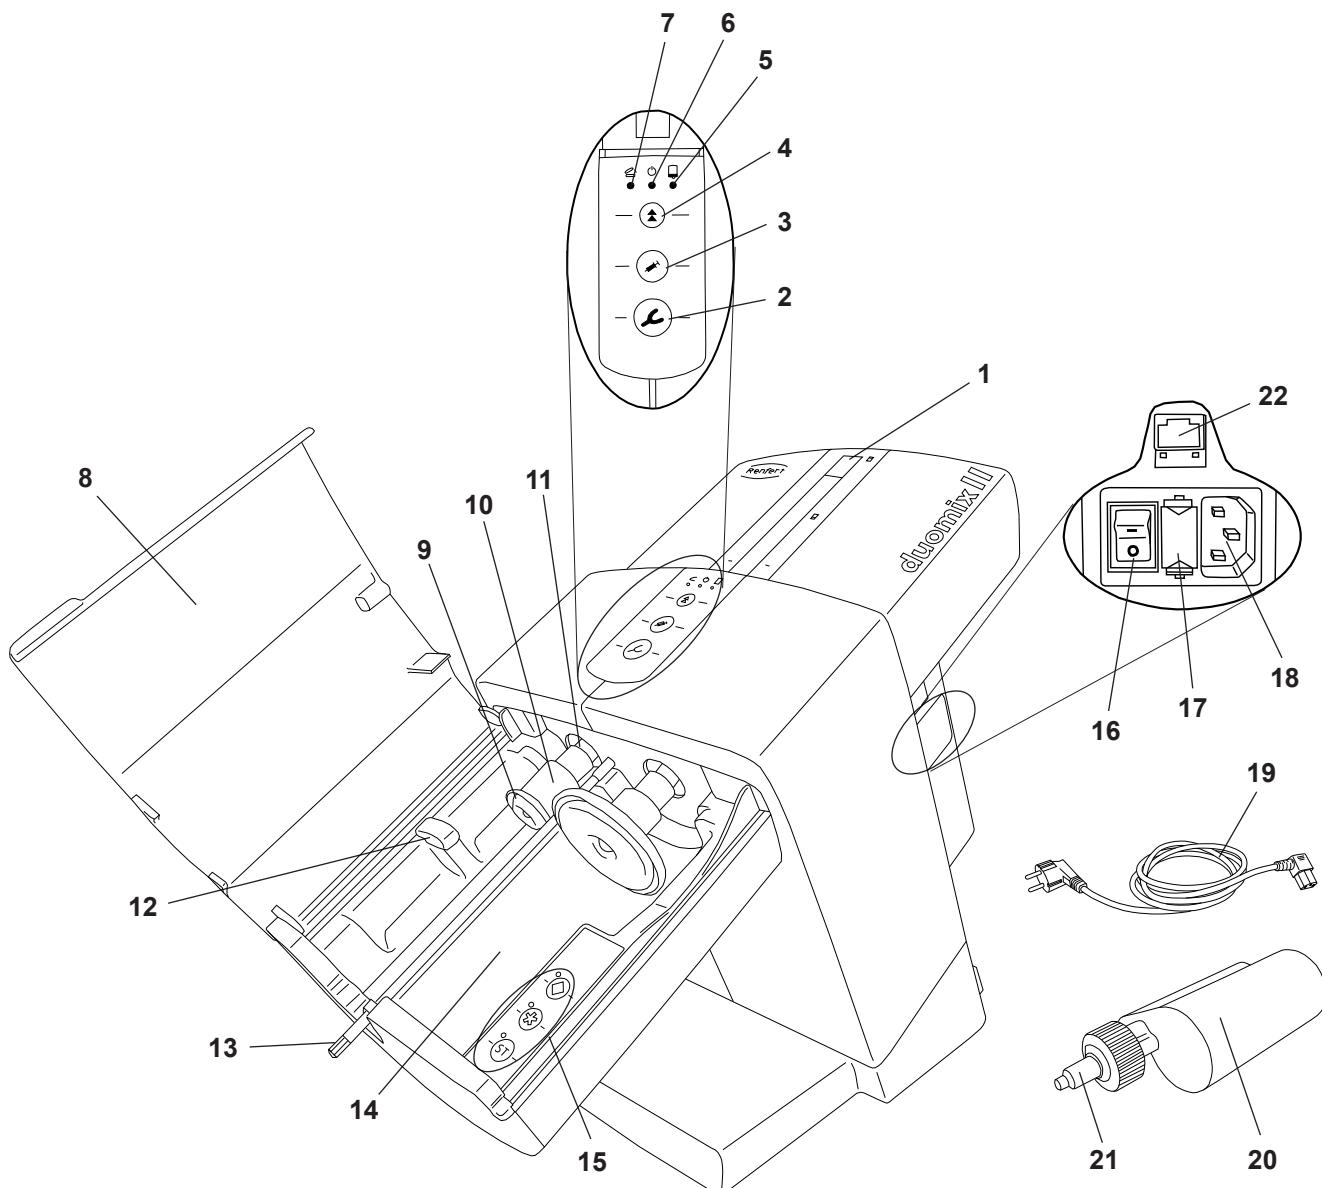

Fig. 1
- ⇒ Slut det medfølgende strømkabel (19, Fig. 1) til lysnetkontakten (18).
- ⇒ Tænd for enheden på hovedafbryderen (16).
- ⇒ Tryk på tilbagetrækningstasten (4).
- ◆ Trykpladerne (9, Fig. 1) kører tilbage i udgangsposition og stopper der.
- ⇒ Åbn enhedens dæksel (8, Fig. 1).
- ⇒ Fjern transportsikringen (23).
En patron kan kun lægges i eller udskiftes, når de to trykplader (9, Fig. 1) befinder sig i udgangspositionen.
- ⇒ Luk enhedens dæksel (8, Fig. 1).
- ⇒ Læg patronen (20) ind i apparatet. Vær opmærksom på, at patronen kommer til at ligge under låsetappen (12).
- ⇒ Vælg blandeprogram (15), se også afsnit 5.1.1.
Apparatets dæksel kan kun lukkes, hvis patronen er lagt korrekt i. Sålænge apparatets dæksel ikke er lukket ordentligt, lyser den røde LED „Apparatdæksel åbent“ (7, Fig. 1).
- dispenser (3), lille udpresningshastighed
- ♦ Blandingssekskanten (13, Fig. 1) begynder at dreje sig, bliver automatisk flettet ind i blandingsdysen (21, Fig. 1) og stopper så igen.